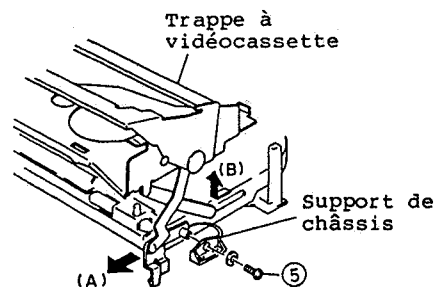

Fig. 2-54
6. Retirer une (1) vis de fixation immobilisant la trappe à vidéocassette et le support de châssis. (Se reporter à la figure 2-54)